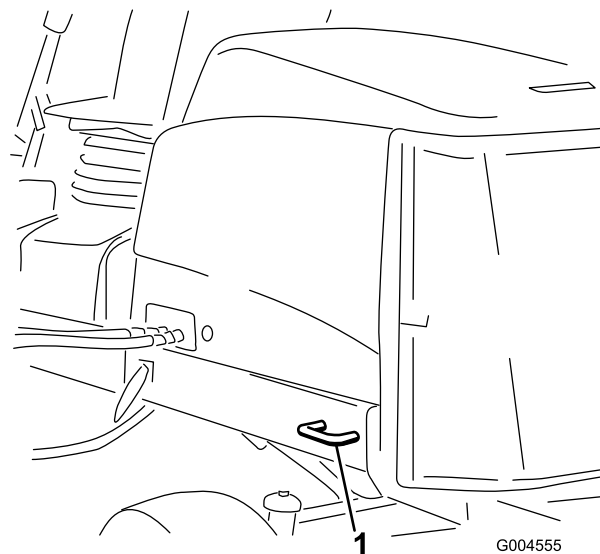

Рисунок 35
- В задней части – используйте каждую сторону машины на задней раме (Рисунок 35)